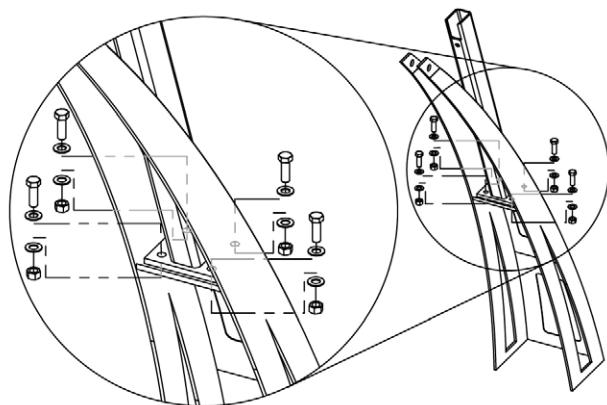

Figure 3-6. Bride arrière
**REMARQUE :** Les bras de la structure en croix peuvent être étendus en position après le montage sur la bride arrière (Figure 3-6, page 15).